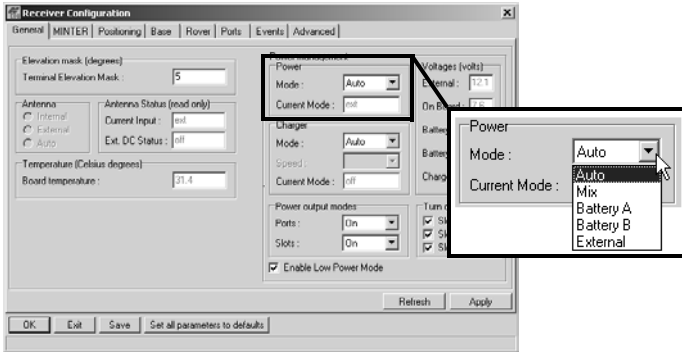

Figura 2-3. Select Power Mode (Seleccionar Modo de Energía)
3. Seleccione la lista desplegable *Power Mode* (Modo de Energía) para configurar la fuente de energía deseada (Figura 2-3 en la página 2-7). *Current Mode* (Modo Actual) muestra el suministro de energía actual.